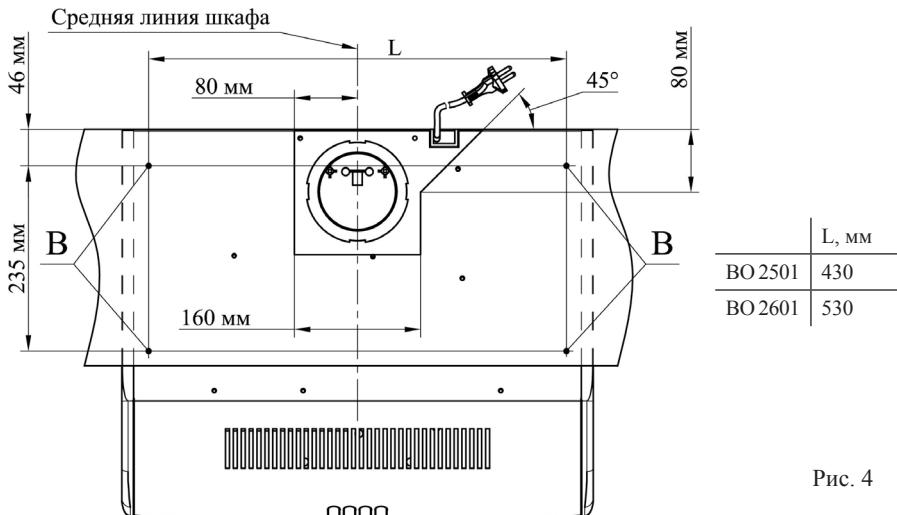

Рис. 4
- 6.7 Также предусмотрен вариант крепления воздухоочистителя к навесному шкафу через крепежные отверстия, расположенные на верхней стенке воздухоочистителя. Разметьте и просверлите отверстия В диаметром 6 мм в дне шкафчика согласно рис. 4, подготовьте проем. При эксплуатации в рециркуляционном режиме проем под фланец не выполнять. Зафиксируйте воздухоочиститель к шкафчику четырьмя винтами и гайками M5 (в комплект поставки не входят приобретаются отдельно).